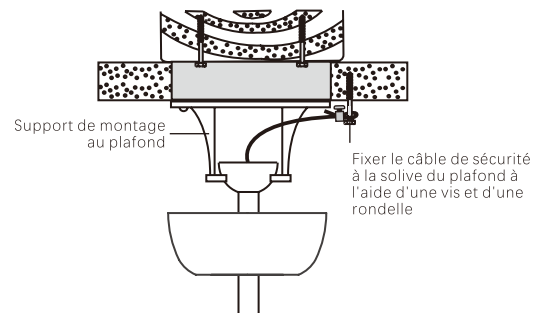

Fig.11
Étape 1. Fixez la vis à bois et la rondelle sur la solive du plafond à côté du support de montage, mais ne serrez pas. (Fig.11)